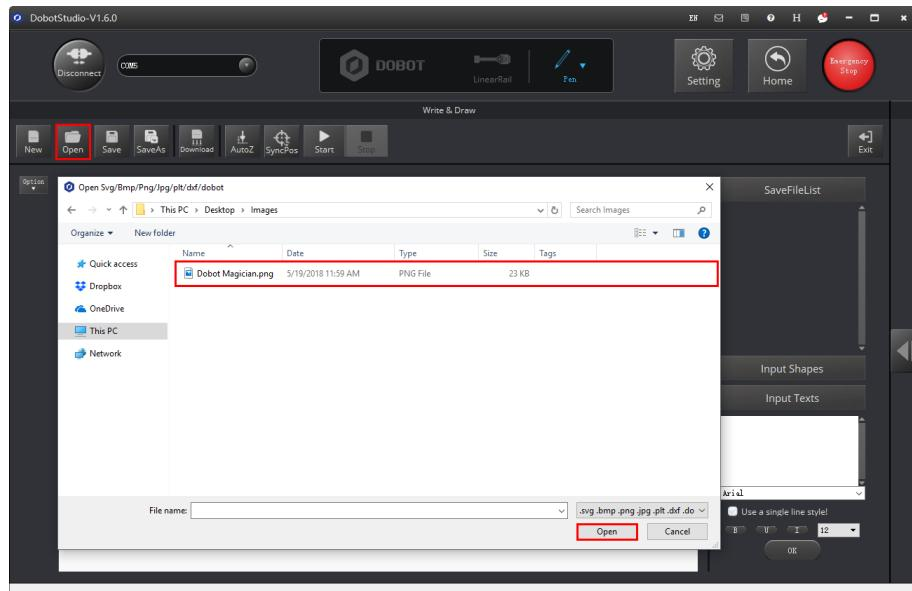
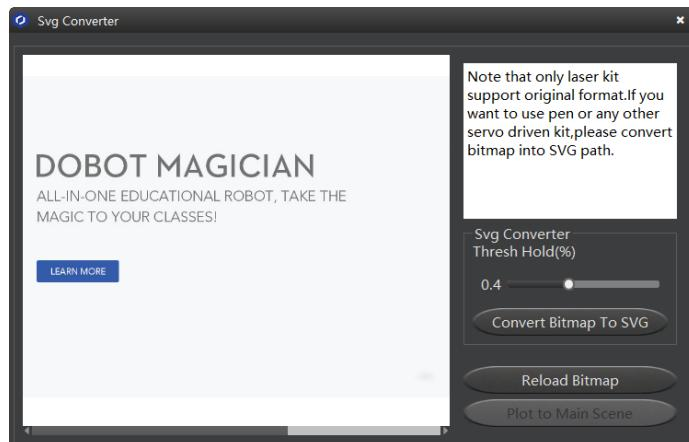

图 5.49 导入图片
图 5.50 转换位图
- 单击“打开”导入图片，比如BMP、JPEG和PNG，将其转换成DobotStudio可识别的SVG文件。如图 5.49 所示。打开图片后，设置好合适的灰度比例，单击“将位图转换成SVG”，自动生成SVG文件，然后单击“置入主界面”可将生成的文件载入写字画画主界面。如图 5.50 所示。